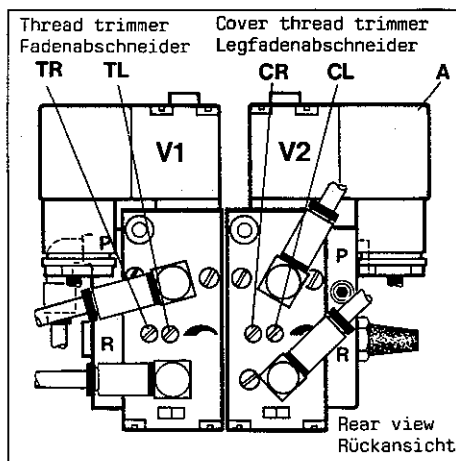
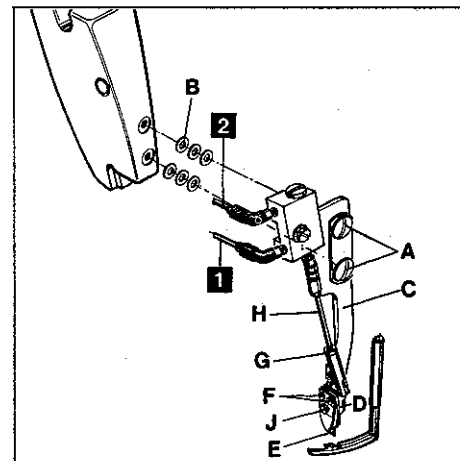

Fig. 62
Fig. 63
6.1 Keep power and air supply of cover thread trimmer disconnected by loosening the securing screw and pulling-out plug (A, Fig. 62) on valve (V2) and by disconnecting the PA-tubes (1 and 2, Fig. 63) on the air cylinder of the trimmer. Insert the ten prong plug of the thread trimmer drive on the motor. Switch-on the motor. Switch-on the air supply on toggle lever valve under the table board. Sew and cut the looper and the needle threads with fabric under the presser foot. The machine stops with needles in up position. Switch-off motor and air supply.
Hint: Also with the cover thread trimmer not yet assembled to the head cover, the needles can be set to up position as described. Assemble the cover thread trimmer with two screws (A, Fig. 63) and four or six washers (B) on the head cover (K) of the machine. Use the washers only in pairs and only so many that the holder (C) of the cover thread trimmer will not contact the head cover (K). Temporarily only snug screws (A) and make sure that the cover thread trimmer does not damage the spreader.
6.1 Trennen Sie den Legfadenabschneider von der Strom- und Luftzufuhr durch Lösen der Sicherungsschraube und herausziehen des Steckers (A, Fig. 62) am Ventil (V2) und durch Lösen der PA-Schläuche (1 und 2, Fig. 63) am Luftzylinder des Abschneiders. Stecken Sie den 10 poligen Stecker des Fadenabschneider-Antriebs am Motor ein. Schalten Sie den Motor ein. Schalten Sie die Luftzufuhr am Kipphebelventil unter der Nähtischplatte ein. Nähen Sie und schneiden Sie den Greifer- und die Nadelfäden im Stoff ab. Die Maschine näht mit den Nadeln in Hochstellung. Schalten Sie Motor und Luftzufuhr aus.
Hinweis: Auch wenn der Legfadenabschneider noch nicht am Kopfdeckel angebracht ist, können die Nadeln, wie beschrieben, in Hochstellung gebracht werden. Montieren Sie den Legfadenabschneider mit zwei Schrauben (A, Fig. 63) und vier oder sechs Scheiben (B) an den Kopfdeckel (K) der Maschine. Verwenden Sie die Unterlagscheiben nur paarweise und nur so viele, daß der Halter (C) des Legfadenabschneiders am Kopfdeckel (K) nicht anliegt. Ziehen Sie die Schrauben (A) vorerst nur leicht an und achten Sie darauf, daß der Legfadenabschneider den Leger nicht beschädigt.
6.2 Loosen the two screws (F, Fig. 63), fastening the trimmer to holder (C) and set it so that it clears the spreader with sewing thread size. Rotate the pulley manually several times when making this adjustment and check the clearance of the trimmer to spreader and needle holder. Retighten screws (F).
6.3 The tip of the movable thread catch knife (D, Fig. 63) should be flush with the fixed knife (E). For adjustment loosen nut (G) and turn connecting rod (H) accordingly. Use two open-end wrenches with 4 mm (5/32 in.) size of jaw for making this adjustment. Retighten nut (G).
6.4 The clamping pressure for the top cover thread and the cutting pressure of the knives can be adjusted with screw (J, Fig. 63) if required. Reconnect the cover thread trimmer to power and air supply.
6.2 lösen Sie die beiden Schrauben (F, Fig. 63) mit denen der Abscheider am Halter (C) befestigt ist und stellen Sie ihn so, daß er zur Legerspitze mit Nähgarnstärke freigeht. Drehen Sie bei dieser Einstellung die Handrad-Riemenscheibe mehrmals von Hand durch und überprüfen Sie die Freigängigkeit des Abschneiders zum Leger und zum Nadelkopf. Ziehen Sie die Schrauben (F) wieder an.
6.3 Die Spitze des beweglichen Fadenfängermessers (D, Fig. 63) soll mit dem feststehenden Messer (E) bündig sein. Zur Einstellung lösen Sie die Mutter (G) und drehen die Schubstange (H) entsprechend. Verwenden Sie zur Einstellung zwei Gabelschlüssel mit 4 mm Schlüsselweite. Ziehen Sie die Mutter (G) wieder an.
6.4 Der Klemmdruck für den Oberlegfaden und der Schneiddruck der Messer kann, bei Bedarf, mit der Schraube (J, Fig. 63) eingestellt werden. Schließen Sie den Legfadenabscheider wieder an der Strom- und Luftzufuhr an.
The speed for the movement of the thread trimmer mechanism to the left for cutting is regulated with screw (TL, Fig. 62) and the speed for the movement to the right in home position is regulated with screw (TR) on valve (V1).
The speed for the movement to open the movable thread catch knife on the cover thread trimmer is regulated with screw (CL, Fig. 62) and the movement for clamping and cutting the thread is regulated with screw (CR) on valve (V2).
Die Geschwindigkeit für die Bewegung des Fadenabschneidermechanismus nach links zum Schneiden wird mit der Schraube (TL, Fig. 62) und für die Bewegung nach rechts in die Ruhestellung mit der Schraube (TR) am Ventil (V1) reguliert.
Die Geschwindigkeit für die Bewegung zum Öffnen des beweglichen Fadenfängermessers am Legfadenabschneider wird mit der Schraube (CL, Fig. 62) und die Bewegung zum Klemmen und Abschneiden des Fadens mit der Schraube (CR) am Ventil (V2) reguliert.